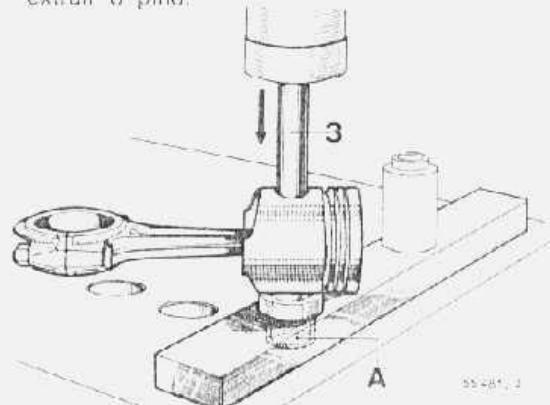

fig. 18 — remoção do pino do êmbolo - típico
1. Apoiar o êmbolo na luva (A) da base e instalar o pino de extração (3) sobre o pino do êmbolo como mostra a fig. 18 utilizando-se uma prensa para extraír o pino.